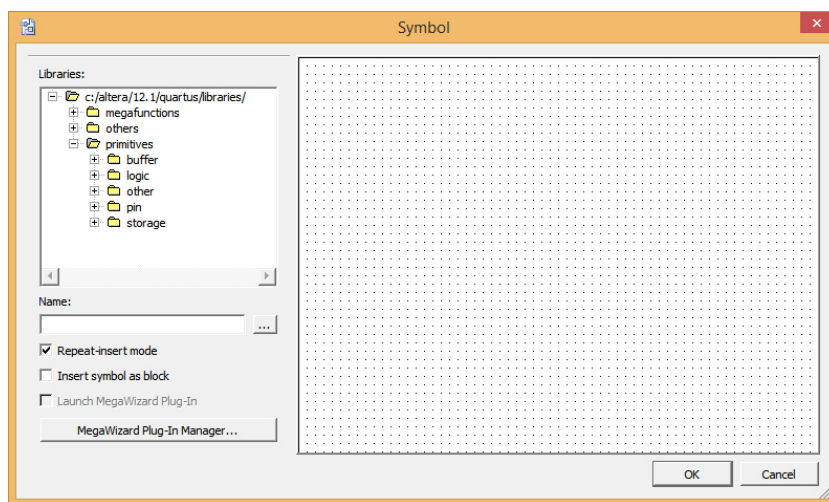

Figura 23: Caixa com as bibliotecas e símbolos para editor esquemático
2. Na janela de abrirá (Figura 23), em **Libraries** clique no ícone **+** para expandir e aparecer os subitens, então da mesma maneira expandir a pasta **primitives** e a **logic**.